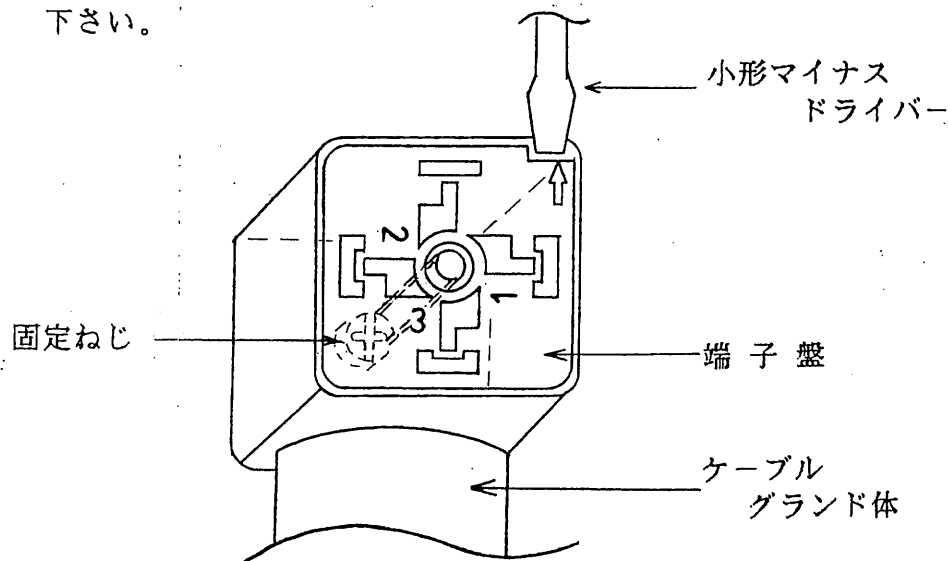

図6.1 ケーブルグランド体と端子盤図
- (4) 電線を引張りながら端子盤をケーブルグランド体に“カチッ”と音がするまではめ込みます。この際、端子盤のはめ込む位置は、はずす前と同じ位置にしないとグランド体の向きが変わってしまうので、図6.1に示す位置を確認してはめ込みを行って下さい。